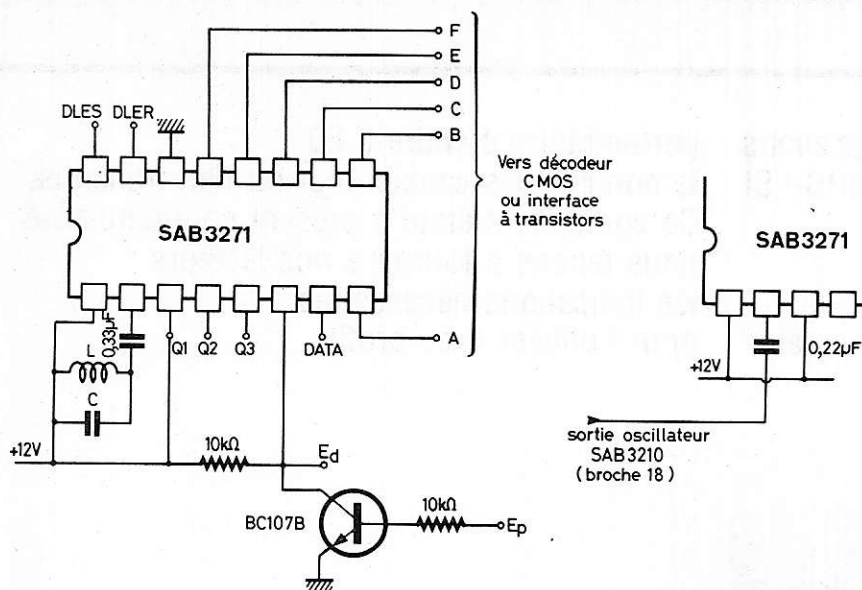

Figure 1 : Schéma d'application pour le SAB 3271. Variante : Utilisation dans un émetteur-récepteur avec le SAB 3210 et un seul circuit oscillant d'horloge.
Le schéma de la **figure 1** montre que nous avons prévu le même étage de protection de l'entrée que pour le SAB 3209. Ceci permet de raccorder exactement les mêmes circuits de réception (infrarouges, radio, BF, etc...)
- DLES, DLER et DATA (voir figure 1) permettent l'exploitation sous forme série du message de 6 bits délivré en parallèle sur ABCDEF.
Nous ne nous étendons pas sur ces possibilités annexes, qui ne s'avèrent réellement utiles que dans certains cas précis, d'autant que les broches Q1 et DATA servent aussi d'entrées de programmation et sont donc déjà utilisées dans notre montage « d'évaluation » de la figure 1. Les lecteurs désirant utiliser ces possibilités supplémentaires pourront se reporter utilement aux documents du fabricant.
La figure 1 montre d'ailleurs que dans le cas d'un émetteur/récepteur ou transpondeur utilisant conjointement SAB 3271 et SAB 3210, l'oscillateur de ce dernier (émetteur) peut facilement piloter les deux circuits simplifiant par là même le montage. Il suffit de relier la « sortie horloge » du SAB 3210 (broche 18) à l'entrée/sortie « horloge » du SAB 3271 (broche 2) à travers un 0,22 μF donc.